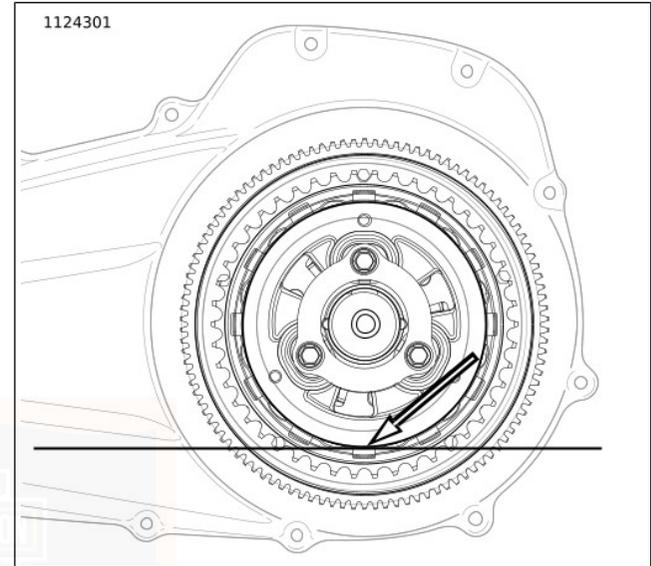

Abbildung 72. Primärer Schmiermittelstand
- Siehe Abbildung 72 . Der korrekte Füllstand liegt ca. an der Unterseite des Außendurchmessers der Druckplatte.